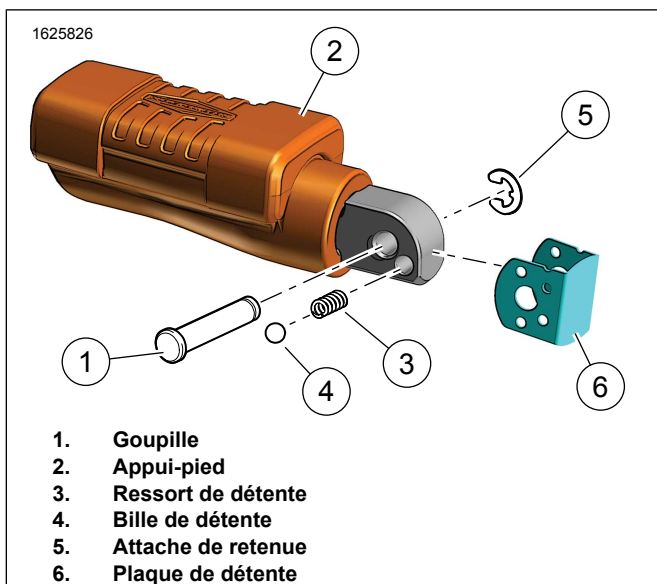

Figure 3. Installation du ressort de détente du repose-pied passager
- Figure 3 Retirer la broche (1) et l'attache de retenue (5). Conserver.